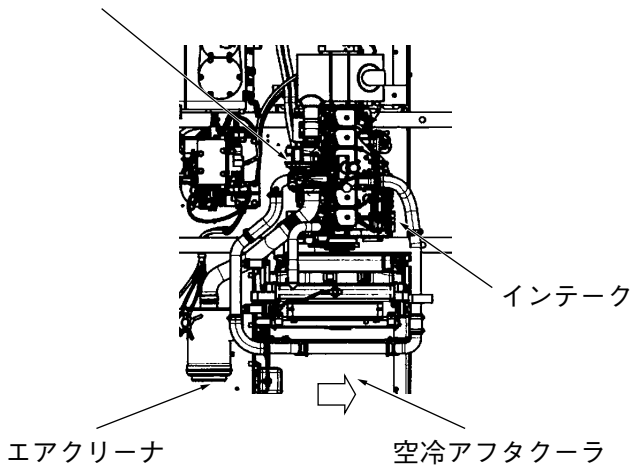

図4 空冷アフタクーラ
- (1) ハイパワーと低燃費を得るために、新開発のコマツSAA6D102Eエンジンを搭載し、6型の135PSに対して145PSのハイパワーを実現し、空冷のアフタクーラを採用することにより、燃焼効率を向上して、低燃費を実現した。(図4)